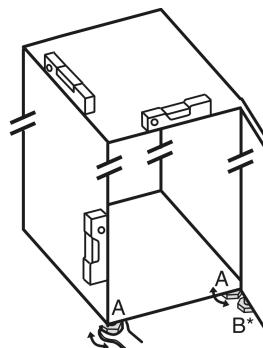

Fig. 4
- Nastavljive noge Fig. 4 (A) odvijajte s priloženim ključem z odprtим koncem in vodilom, dokler naprava ni trdno poravnana in vodoravna.
- Nastavljivo nogo Fig. 4 (B) na ležajnem podstavku spodaj odvijajte s priloženim ključem z odprtим koncem, dokler ne stoji trdno na tleh.
- Nastavljive noge Fig. 4 (B) obrnите za 90°.